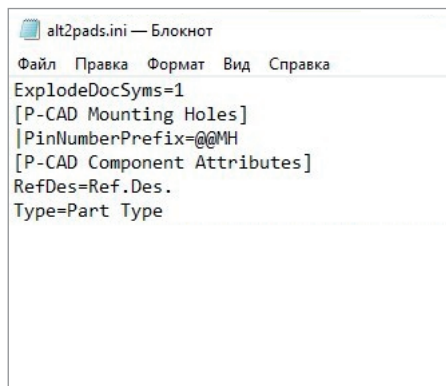

Рис. 7
2. Первый файл, который нам нужен, — *alt2pads.ini* (рис. 6). Откроем его. Здесь собрано много сведений, так как в этом файле содержится конфигурационная информация и для других трансляторов. В нашем случае нас интересует раздел [Protel Mounting Holes] (рис. 7).